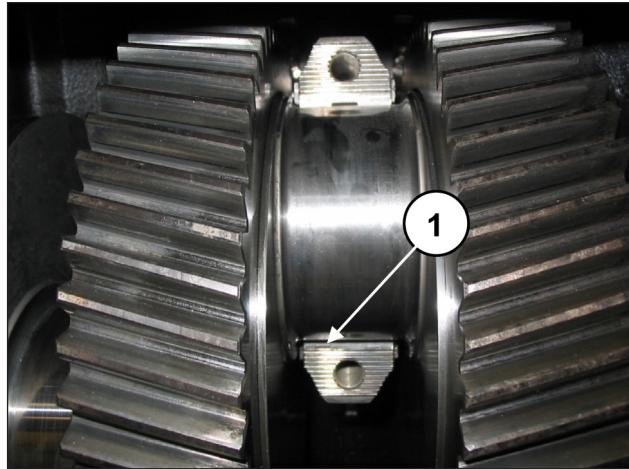

图 81
为了正确安装半轴承, 应确保半轴承的基准平键定位在半连杆 (位置①, 图 81) 的专用底座中。